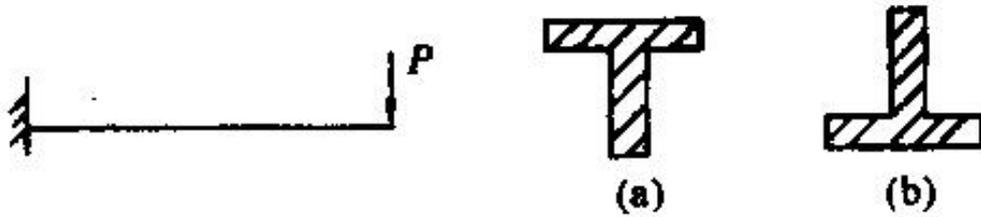

图 7
6. 如图 7，T 型截面铸铁梁在铅垂面内弯曲，若将截面位置由 a 倒置为 b，则梁的强度和刚度与原来相比较，（ ）。
- (A) 强度提高，刚度不变； (B) 强度降低，刚度不变；